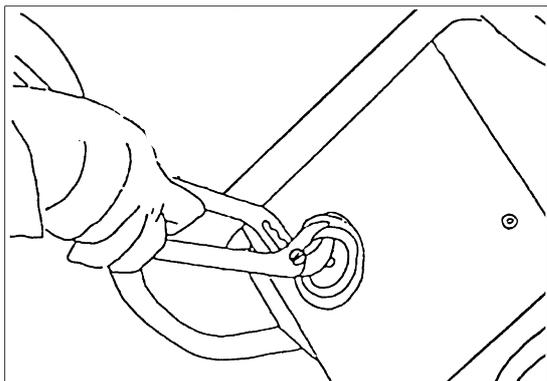

Fig.1
- 1) Retire os parafusos (28) e tampas (27), veja a Estrutura do martelo nas páginas 12, 13, 14, 15, 16.
- 2) Retire o oring de segurança da cavilha com um alicate extensível. Ver Fig.1 e Fig.2.